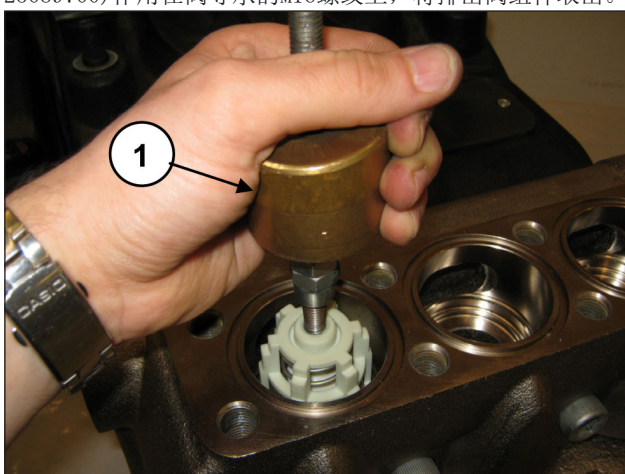

图 141
用一个锤头式提取器(代码27516400)作用在阀导承的M10孔上(位置①, 图 141), 或者用一个M10-M16适配器(代码25089700)作用在阀导承的M16螺纹上, 将排出阀组件取出。